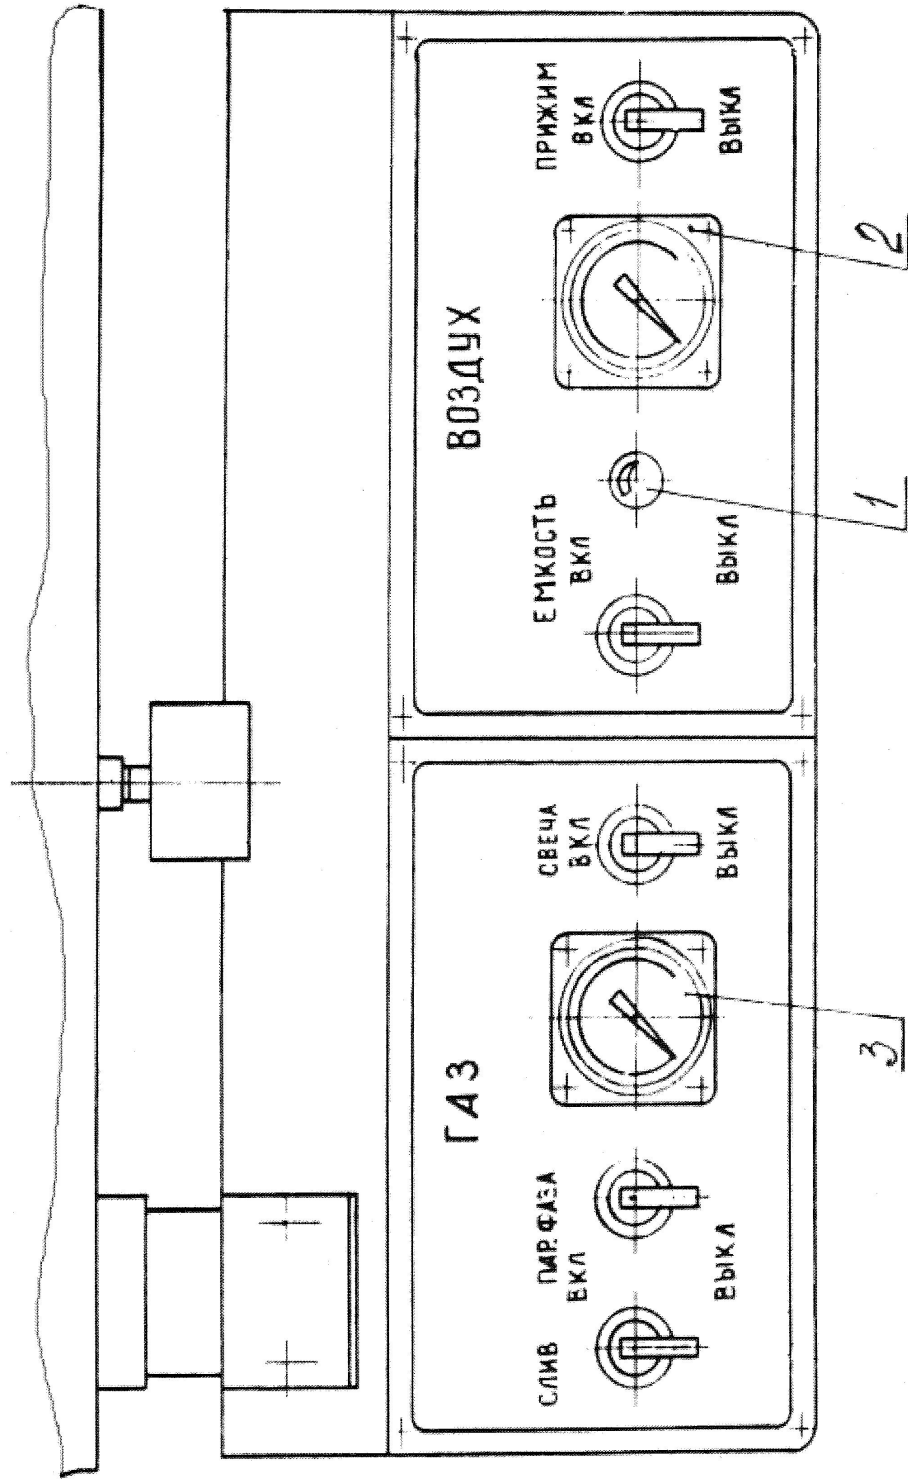

Рисунок 7.7 – Пульт управления.
7.7. Пульт управления (рис. 7.7) состоит из двух панелей «ВОЗДУХ», «ГАЗ». На панели «ВОЗДУХ» установлены тумблеры включения и выключения механизма прижима баллона «ПРИЖИМ» и пневмопривода наклона емкости «ЕМКОСТЬ», пневмодроссель 1 для регулировки плавности наклона емкости, контрольный манометр 2. На панели «ГАЗ» установлены тумблеры включения клапанов с пневмоуправлением поддавливания паровой фазой газа «ПАР.ФАЗА», слива газа «СЛИВ», сброса газа на свечу «СВЕЧА» и контрольный манометр 3.
7.8. Установка работает следующим образом (см.рис. 7.7 и 7.8). Баллон с неисправным вентилем, на который предварительно устанавливается замок, загрузить в емкость, крышку закрыть и зафиксировать пальцами при вращении штурвала. На пульте включить тумблер «ПАР.ФАЗА» (P4) на 5-10 с. При этом включается клапан K2 и паровая фаза газа поступает в емкость. После этого включить тумблер «СВЕЧА» (P5). Паровая фаза газа сбрасывается в атмосферу. Эта операция необходима для удаления воздуха из емкости. После падения избыточного давления газа до нуля (контроль ведется по манометру на пульте), выключить тумблер «СВЕЧА» и включить тумблер «ПРИЖИМ». Происходит зажатие баллона в емкости. Вращая за рукоятку механизма отвинчивания по часовой стрелке, вывинтить вентиль.
9.5. Открыть вентиль подачи сжатого воздуха и редукционным клапаном блока подготовки воздуха установить давление сжатого воздуха $0,6 \pm 0,05$ МПа. Устранить утечки сжатого воздуха, если необходимо, заменить резиновые уплотнения (см. таблицу 12.2). Взять пустой баллон, предназначенный для освидетельствования, надеть на вентиль замок, вставить баллон в емкость, закрыть крышку. Включить последовательно тумблеры на пульте управления "ПРИЖИМ" и "ЕМКОСТЬ". Дросселем 1 (см.рис.7.7) отрегулировать время поворота емкости в пределах 5 ± 1 с. Открыть вентили паровой фазы, слива и сброса газа на свечу. По манометру на пульте управления убедиться, что давление в емкости не повышается, в течение 60-90с, в противном случае необходимо проверить клапаны с пневмоуправлением паровой фазы или слива газа (в зависимости от давления в емкости). Порядок последующих операций описан в п.7.8.